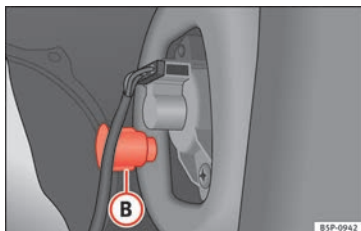

Abb. 185 Standlicht / Bremslicht
- Schrauben Sie die Kunststoffhalterung »» Abb. 185 **B** der Rückleuchte heraus. Zum Herausdrehen können Sie einen Schraubendreher in dieses Teil einsetzen.